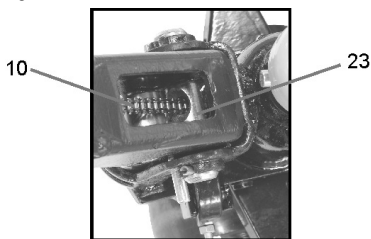

Fig. 4 – Corrente do cabo
Durante a montagem do cabo, mantenha a corrente conforme indicado na fig. 4, para evitar danos e facilitar a montagem.
- b. Passe a corrente "10" do cabo pelo centro do eixo, ver fig. 4;